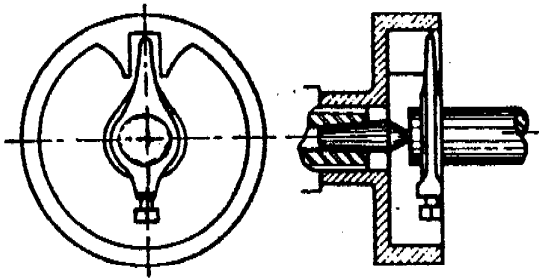

Figura 6
3. Plato de seguridad (Figura 6), que permite alojar la brida para proteger el operador.